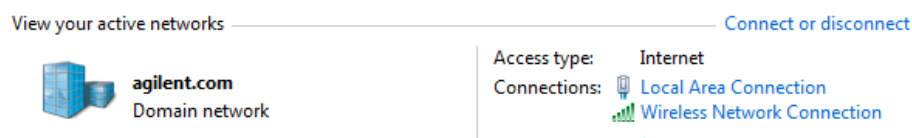

图 13 网络和共享中心 – 查看活动网络
- b 在 **Network and Internet（网络和 Internet）** 下，单击 **View network status and tasks（查看网络状态和任务）**（图 13）。
“网络和共享中心”窗口将打开，显示您的活动网络连接（图 13）。请注意，根据您当前的网络设置，“网络和共享中心”的外观可能与图 13所示稍有不同。